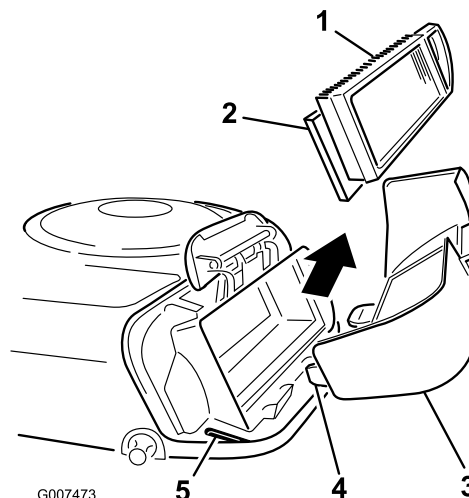

Figura 24
5. Deslice cuidadosamente el filtro de papel y el filtro de gomaespuma para retirarlos de la carcasa del soplador (Figura 24).
2. Alinee las pestañas de la tapa del limpiador de aire con las ranuras de la carcasa del soplador (Figura 24).